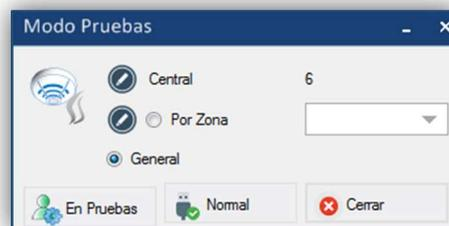

Figura 53. Menú de activación del modo pruebas.
Para acceder a la pantalla de cámaras múltiples, pulsar el botón **Multicámara**  del menú principal. Al entrar se puede observar una pantalla dividida en 12 secciones (como la de la Figura 53), las cuales corresponden a cada una de las cámaras configuradas.
- La Figura 53 muestra el menú para activar el modo prueba de una central. Para entrar al menú pulsar el botón **Modo pruebas** .